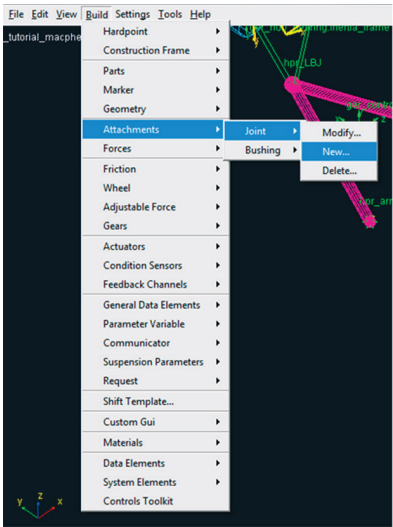

Figura 4.57 – Criando uma junta (*Joint*).
- Para inserção das juntas da suspensão, acesse o menu *Build* → *Attachments* → *Joints* → *New* (Figura 4.57).